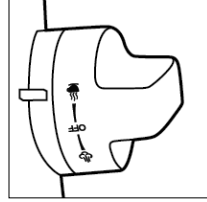

Figura 7
2. Enchufe la máquina y gire la perilla de control en el lado izquierdo de la máquina para colar ☕ (Figura 7).